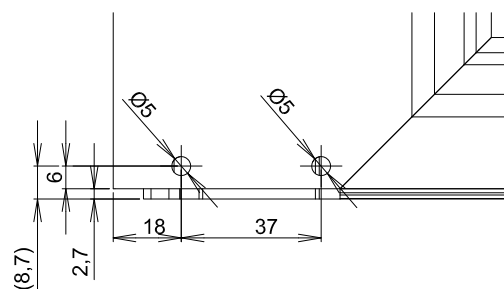

Abb. 7 Positionierbohrungen
- Bohren der Positionierbohrungen für den Mitteldichtblock **M432** wie in Abb. 7 und Abb. 8.